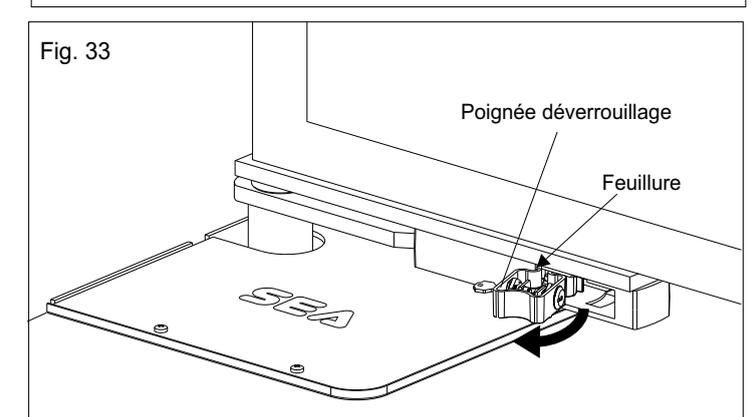

Fig. 33
- Tirer la clef vers l'externe du déverrouillage faisant sortir la poignée du déverrouillage jusqu'à la feuillure (Fig. 33)